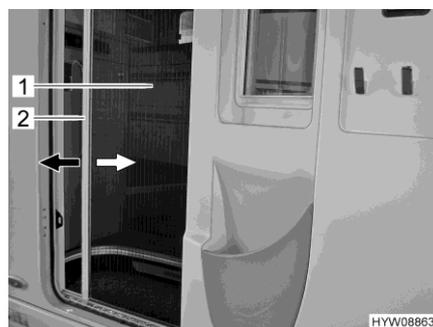

Fig. 40 Moustiquaire (porte cellule)
- Saisir la barre-poignée (Fig. 40,2) avec les deux mains et tirer la moustiquaire (Fig. 40,1) de manière régulière en dehors de son logement dans la porte.
- Saisir la barre-poignée (Fig. 40,2) avec les deux mains et repousser la moustiquaire (Fig. 40,1) d'une légère pression dans son logement dans la porte.